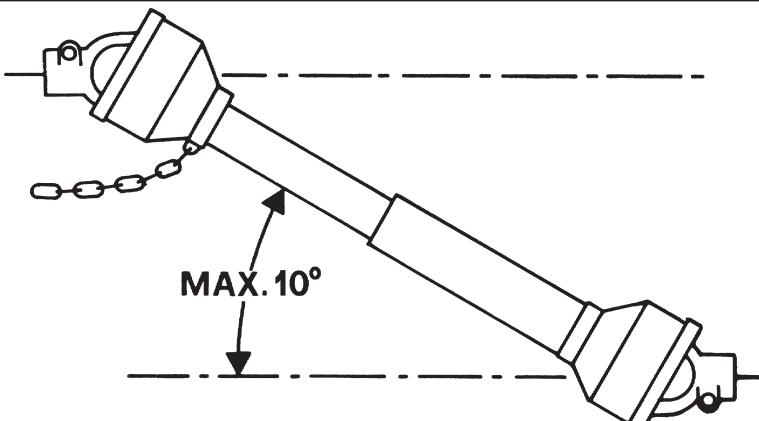

Fig. 6
40) Disinserire, sempre, la presa di forza quando l'albero cardanico fa un angolo troppo aperto (mai oltre i 10 gradi - Fig. 6) e quando non viene usata.
40) *Always disengage the pto when the cardan shaft is set at an excessively open angle (never beyond 10 degrees - Fig. 6) and when it is not in use.*
40) Débrayez toujours la prise de force quand l'angle de l'arbre à cardans est trop ouvert (jamais plus de 10 degrés Fig. 6) et lorsque vous ne devez pas l'utiliser.
40) *Die Zapfwelle immer ausschalten, wenn die Gelenkwellen einen zu großen Winkel einnimmt (nie über 10 Grad - Abb. 6) und wenn sie nicht gebraucht wird.*
40) Desactivar, siempre, la toma de fuerza cuando el árbol cardánico hace un ángulo demasiado abierto (nunca superar los 10 grados - Fig. 6) y cuando no la usamos.